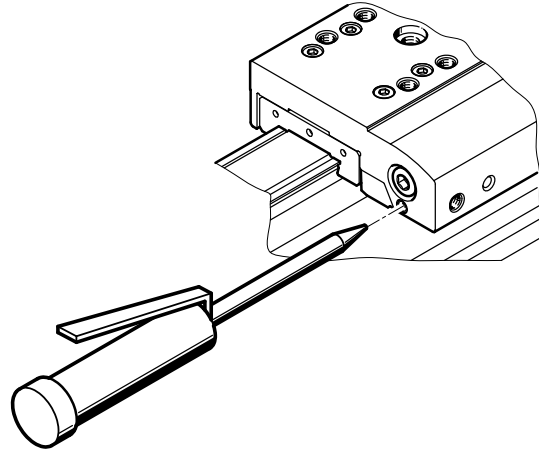

Fig. 12 Отверстие для смазывания шпиндельного линейного привода
3. Смажьте шпиндельный линейный привод через отверстие для смазывания (смазочный ниппель) → Fig.12.